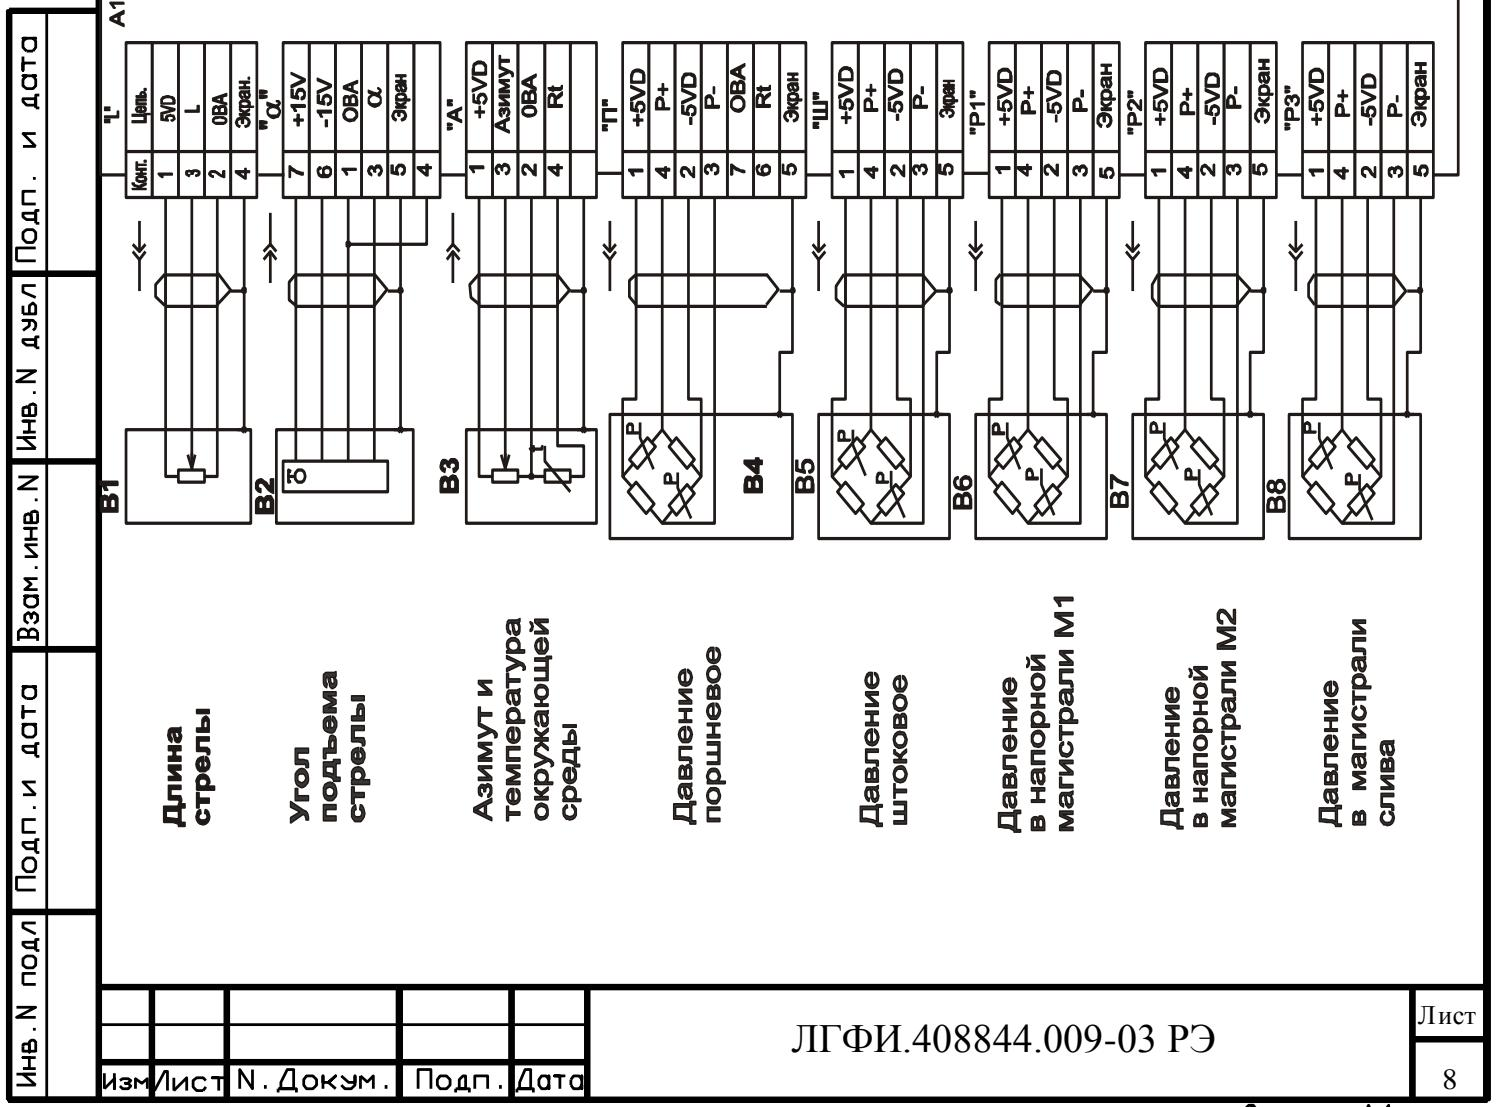

Рисунок 2 - Схема включения ОНК-140-03 на кране
1.4.2 ОНК подключается к системе управления крана (см. рисунок 2) посредством разъемов: через разъем X1 БОДа проходят цепи управления исполнительными механизмами, цепи питания изделия, сигналы с концевых выключателей, связанных с ручками управления крана; датчики подключаются к прибору через индивидуальные разъемы.